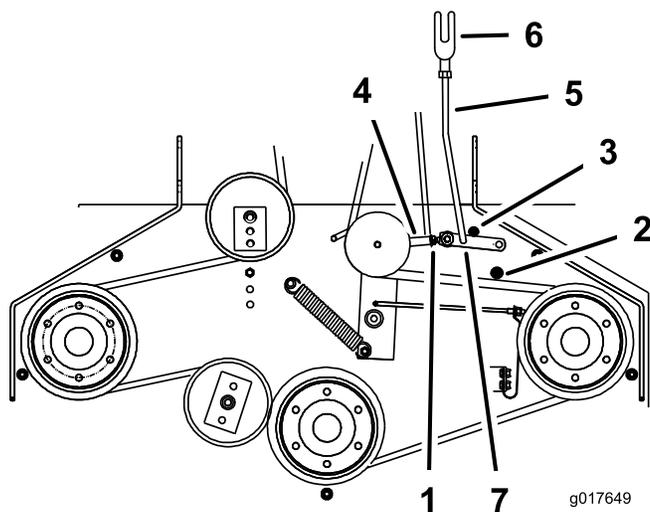

Figure 51
- Vérifiez que le bras d'assistance est en appui contre la butée arrière sur le tablier (Figure 51).
- Le bras d'assistance doit toucher la butée avant sur le plancher. Dans le cas contraire, réglez le levier coudé pour le rapprocher du renfort (Figure 51).
- Pour ajuster la bielle du bras d'assistance, enlevez la goupille fendue du bras d'assistance (Figure 51).
- Installez la bielle dans le bras d'assistance et fixez-la avec la goupille fendue (Figure 51).